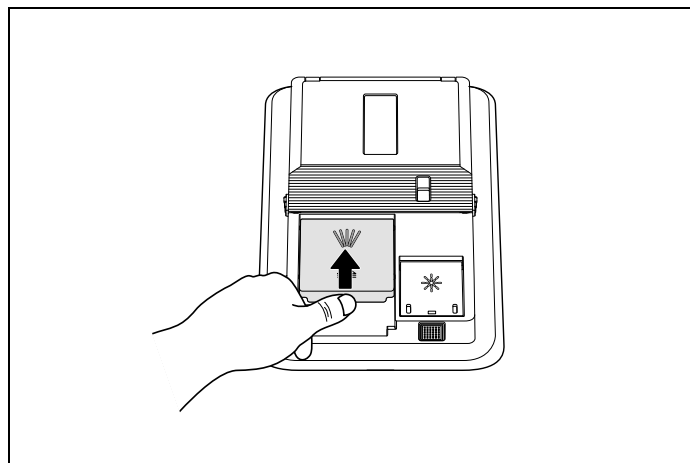

Fig. 63
- 3) Stäng locket och tryck tills det klickar på plats (Fig. 63).